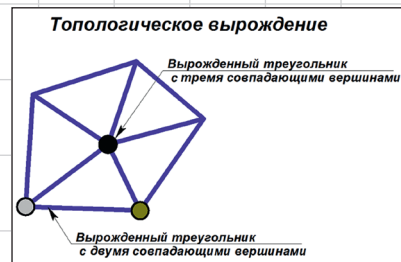

Рис. 6. Топологическое вырождение ячеек сетки
- **топологическое вырождение** возникает при совпадении двух или более вершин треугольников (рис. 6). Оно не влияет на другие треугольники, но перед печатью его также необходимо исправить, поскольку это может привести к сбою программы печати.